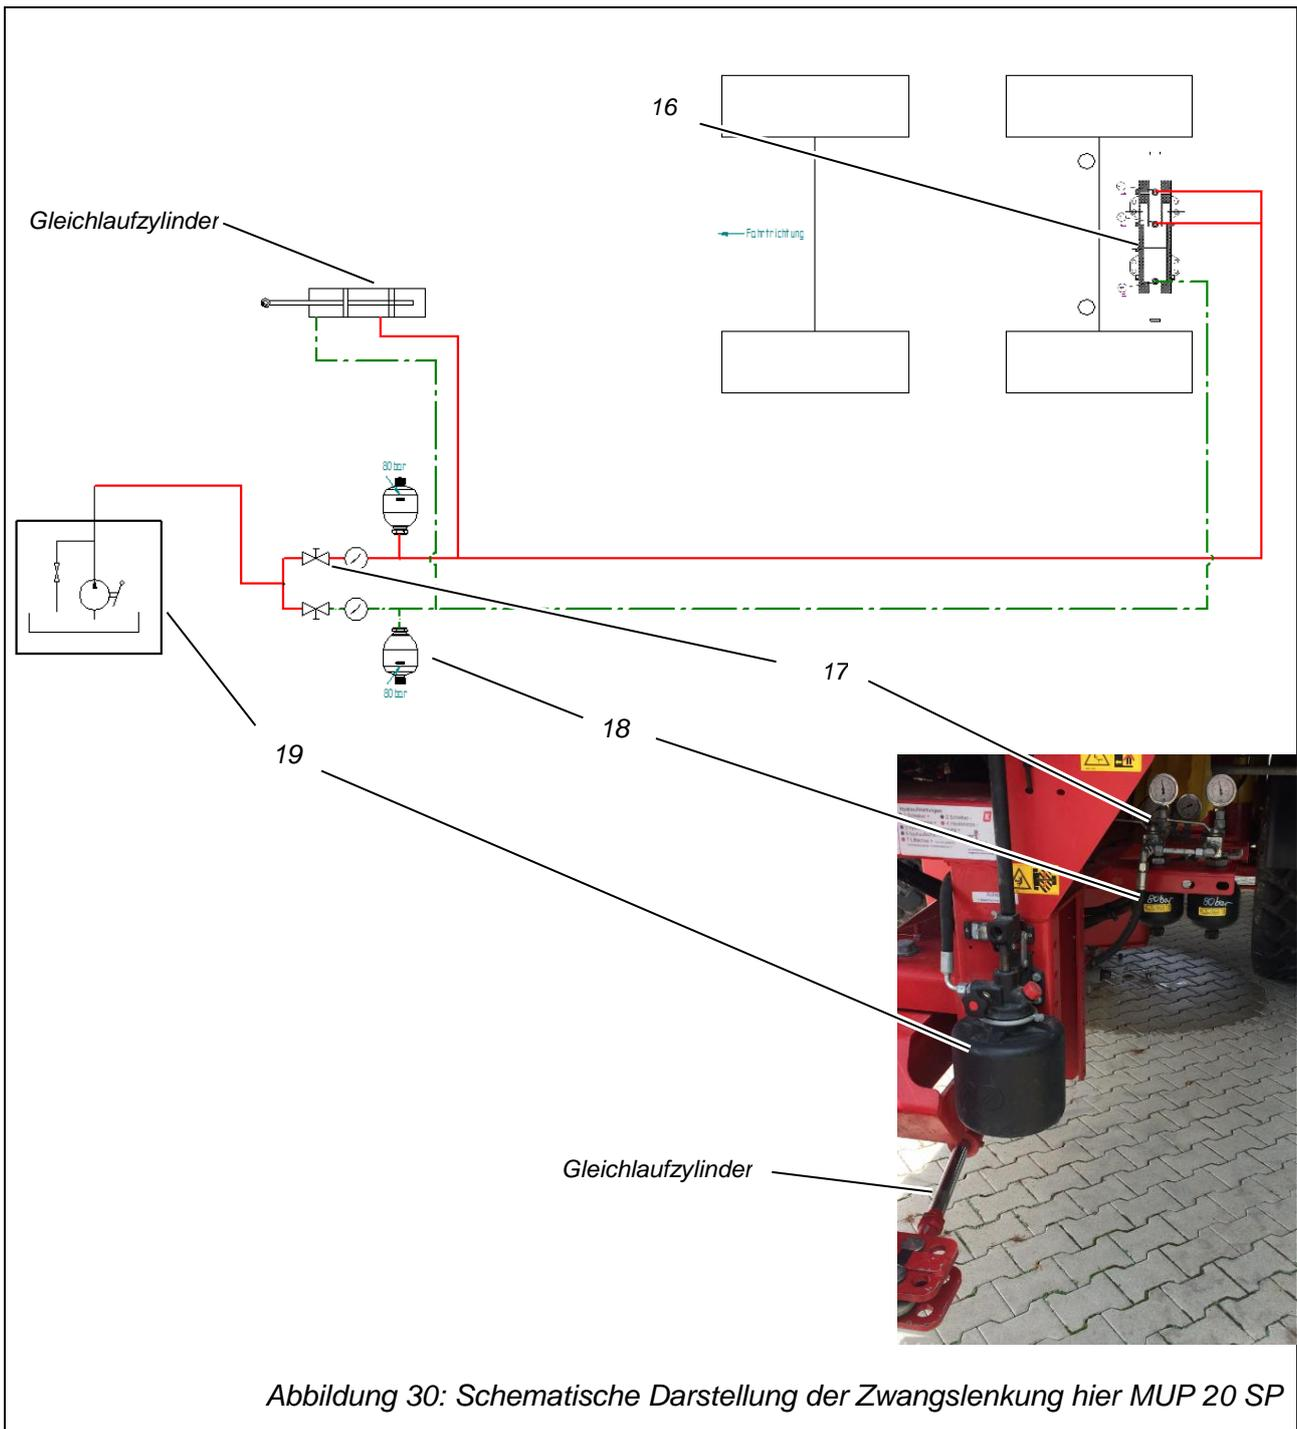

Abbildung 30: Schematische Darstellung der Zwangslenkung hier MUP 20 SP
- ⇒ Öffnen Sie hierzu alle Absperrhähne (17)
- ⇒ Die rote Leitung und grüne Leitung in Abbildung 30 sind nun verbunden.
- ⇒ Schließen Sie die Absperrhähne (17).